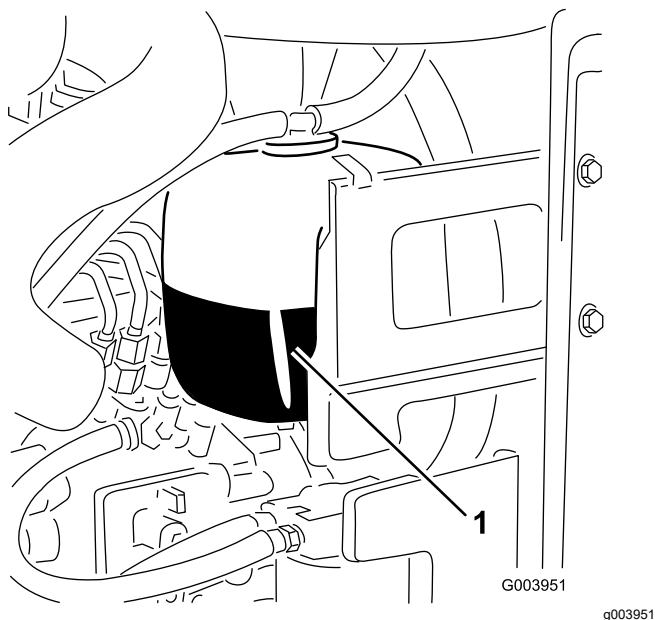

Figura 64
- Verifique o nível de líquido de arrefecimento do depósito secundário (Figura 64).